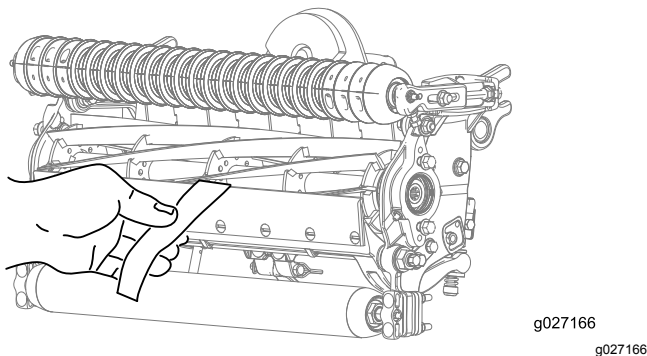

図 7
2. 切れ味確認用のペーパーP/N 125-5610を一枚、リールと下刃との間に、下刃に対して直角になるように差し入れて、カッティングユニットの切れ味をテストする **図 7**。ゆっくりとリールを回転させるこれで紙が切れれば合格である。